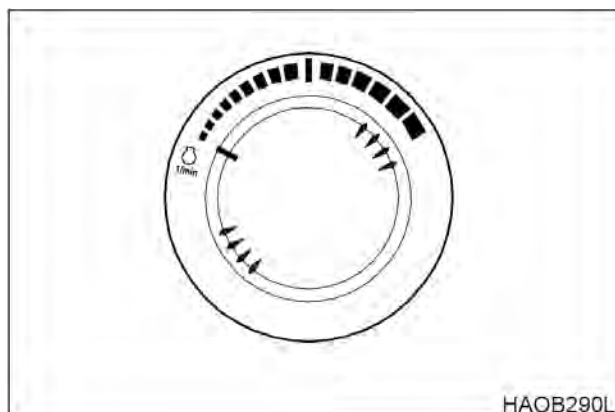

Рис. 17
1. Дать двигателю поработать на малых оборотах холостого хода **LOW IDLE** (без нагрузки) **5 минут** (рис. 17).